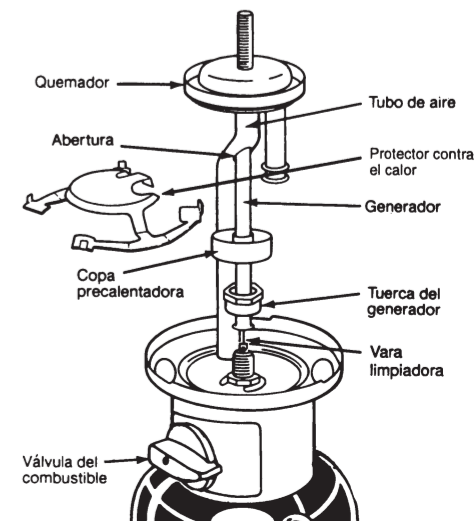

Fig. 9
1. Gire la VALVULA DE COMBUSTIBLE A "off" (Fig. 9). La luz se pondrá tenue y se apagará completamente en 1 ó 2 minutos.